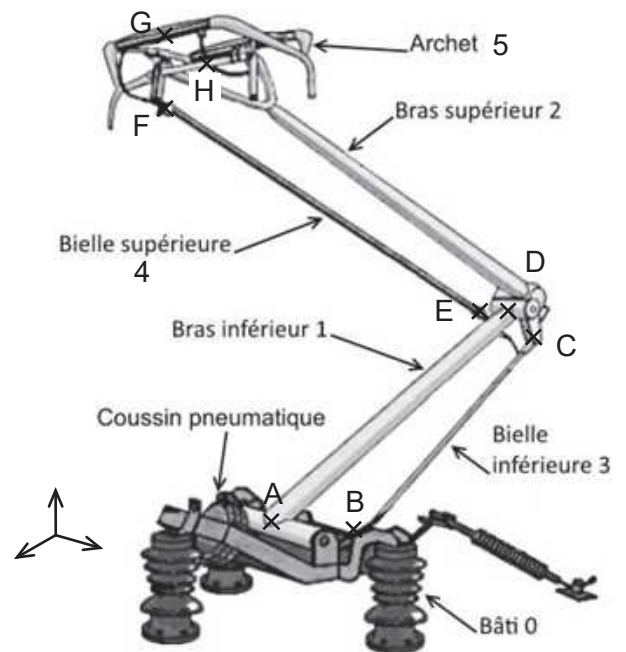

Figure 1 : Perspective du pantographe.
Q.6. Classer les différents modes de production d'électricité de la Figure 1 en trois groupes : énergies renouvelables, énergies fossiles (combustibles stockés depuis des siècles dans des réserves naturelles sous forme solide ou liquide) ou énergie fissile (fission nucléaire). Répondre sur le DR2. Déterminer la part d'électricité (en %) de chacun des trois groupes d'énergies (renouvelable, fossile et fissile) et en déduire l'énergie consommée correspondante (en MJ.km^{-1}). Reporter ces valeurs sur le diagramme de flux énergétique du document réponse DR3.